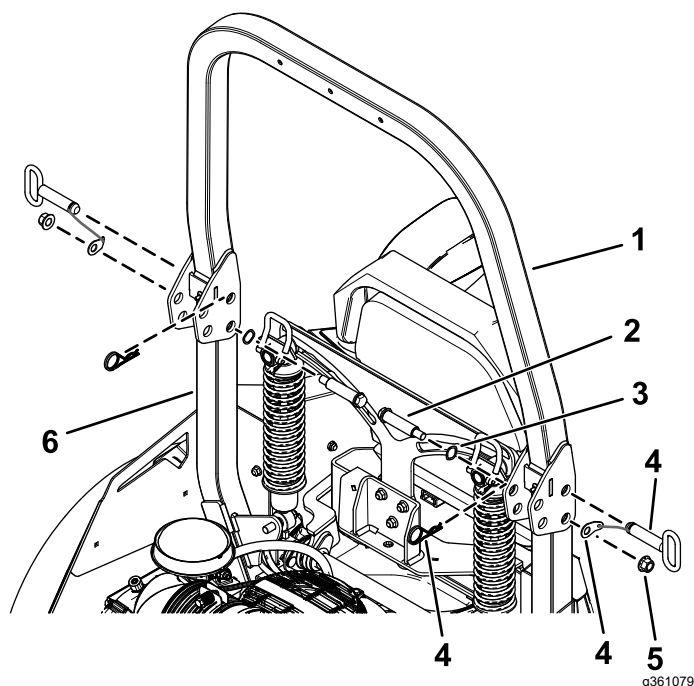

Figura 5
3. Sujete los conjuntos inferiores de la barra antivuelco al conjunto superior de la barra antivuelco usando los 2 pernos de cuello largo, las 2 arandelas de muelle, las 2 contratuercas ($\frac{1}{2}$ ") y el conjunto del pasador de plegado (Figura 5).